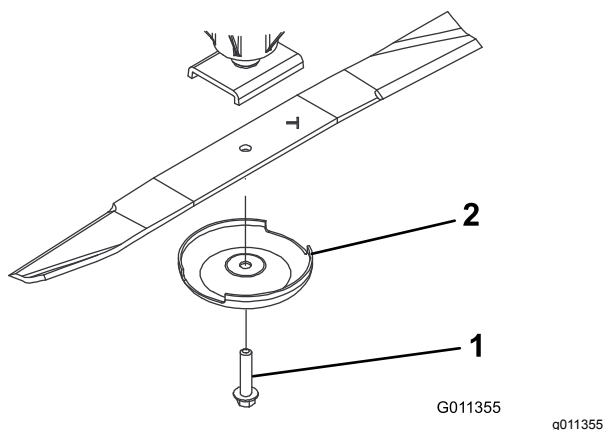

Figura 68
2. Afferrate l'estremità della lama con un cencio o un guanto bene imbottito. Togliete il bullone, la coppa antistrappo e la lama dall'asse del perno (Figura 68).
3. Montate la lama con la costa rivolta verso il piatto di taglio, servendovi della coppa antistrappo e del bullone della lama (Figura 68). Serrate il bullone della lama a 115–149 N·m.